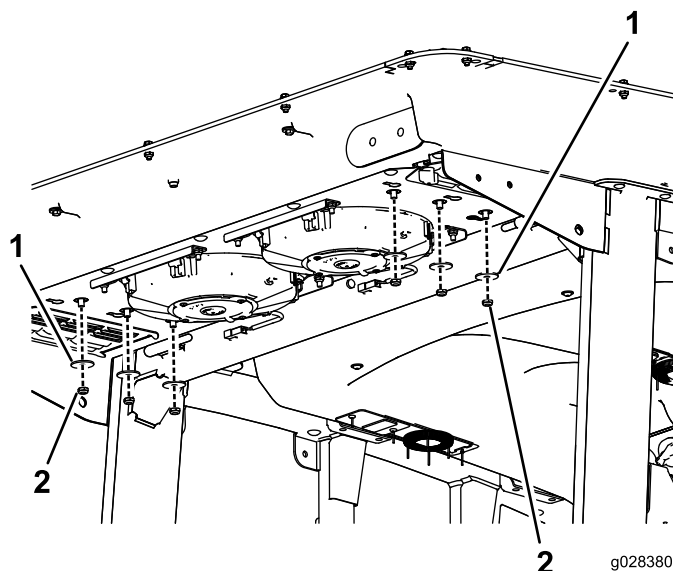

Bild 87
2. Entfernen Sie die sechs Schrauben und Muttern von der Unterseite des Kabinenhecks (Bild 87).